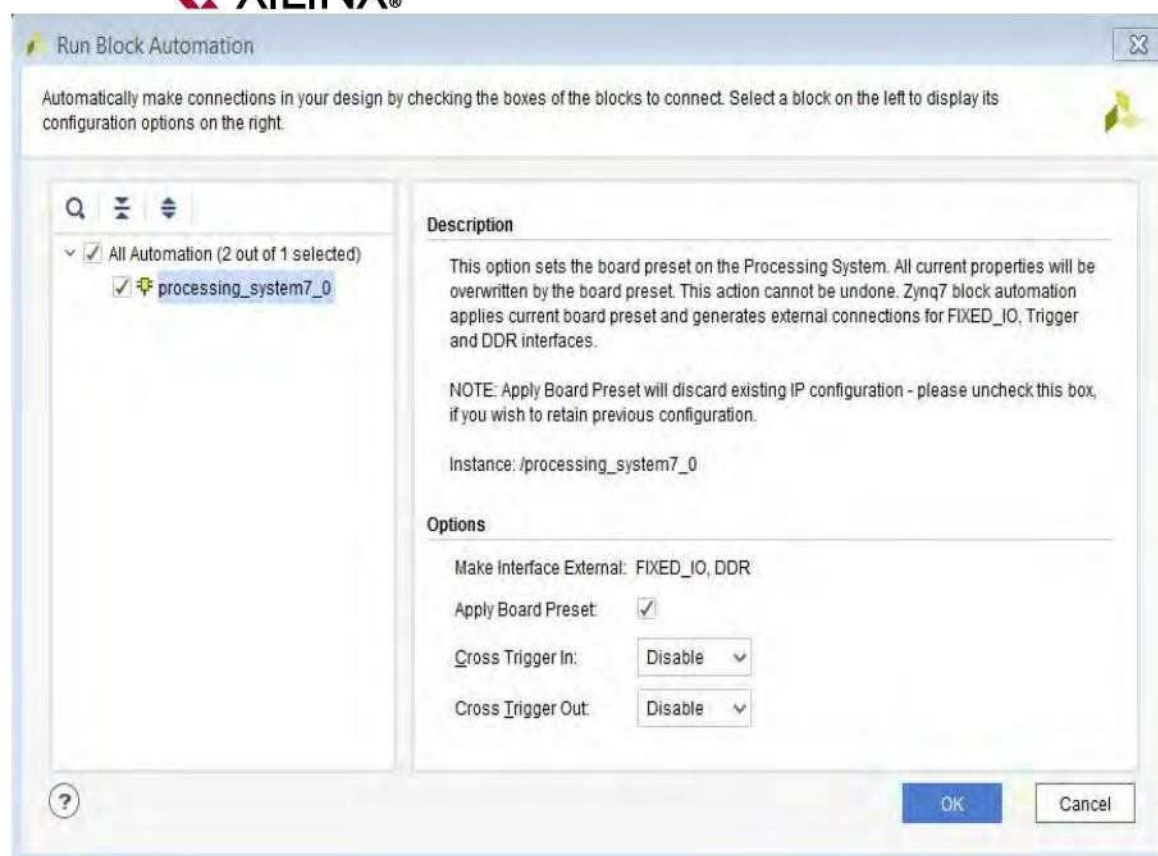

图 10-15: 运行自动化
- 6.单击标题栏下的 **Run Block Automation 链接**(图 10-15)。
- b. 确保取消选择 “**Apply Board Presets**”。如果仍然选择此选项，它将重新应用在步骤 4 中禁用的计时器，并在图 10-15 中的 Zynq 块上导致其他端口在结果对话框中单击 OK 完成。